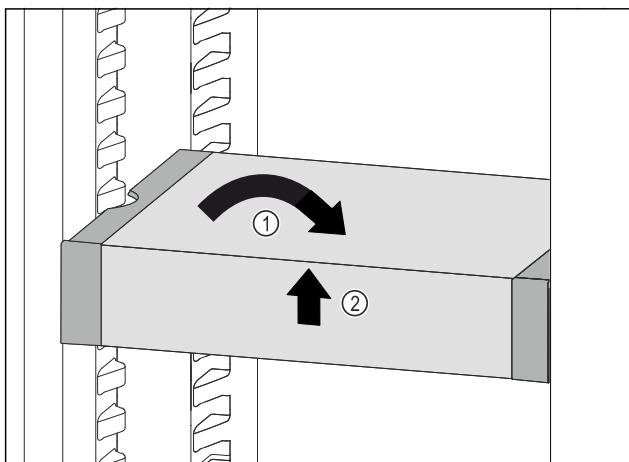

Fig. 103
- Poziționați drept VarioSafe. Fig. 103 (1)
- Ridicați în față VarioSafe. Fig. 103 (2)